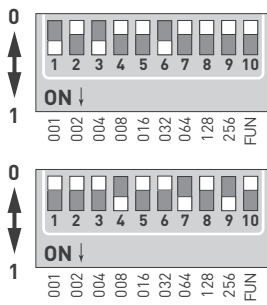

Рис. 2. DIP-переключатели
- 3.7. Установите DMX-адрес декодера при помощи DIP-переключателей, расположенных на корпусе декодера (см. рис. 2). Каждый декодер использует 1 DMX-адрес. Адрес равен сумме чисел, соответствующих включенным DIP-переключателям 1-9. Максимальным значением адреса является 511.
Пример 1. Требуется установить DMX-адрес 37. Для этого нужно перевести переключатели 1, 3 и 6 в положение ON, как показано на рис. 2. Этим переключателям соответствуют числа 001, 004 и 032, сумма $1+4+32=37$.
Пример 2. Требуется установить DMX-адрес 328. Для этого нужно перевести переключатели 4, 7 и 9 в положение ON, как показано на рис. 2. Этим переключателям соответствуют числа 008, 064 и 256, сумма $8+64+256=328$.